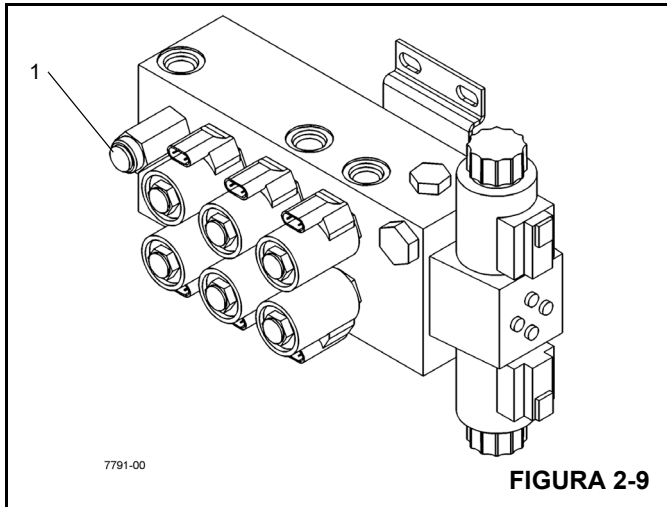

FIGURA 2-9
4. Ative a função de extensão do estabilizador selecionado. Verifique se a pressão de alívio é de $6.895 + 345/-0$ kPa ($1000 + 50/-0$ psi). A válvula de alívio (1) do circuito do estabilizador está localizada no coletor de controle do estabilizador frontal, Figura 2-9. Remova a tampa da válvula de alívio para acessar o parafuso de ajuste.